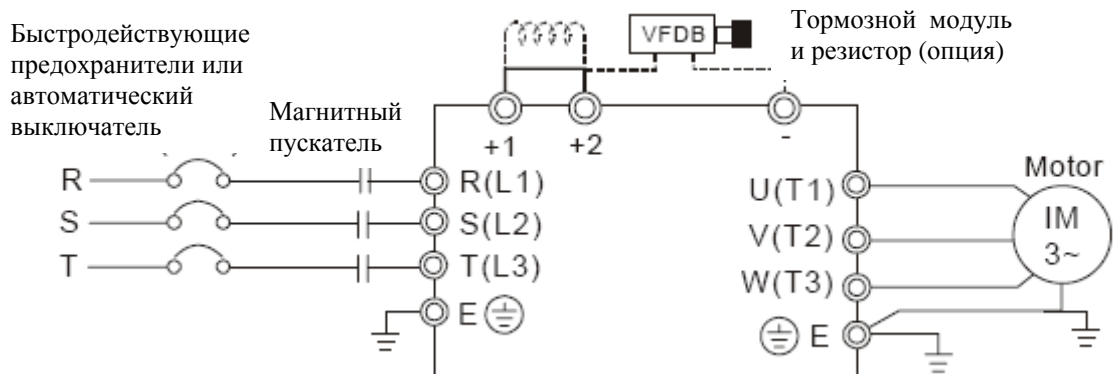

Рисунок 2.
**Рисунок 2.** Схема подключения моделей VFD-VE 15 кВт (20HP) и выше. VFD150V23A/43A-2, VFD185V23A/43A-2, VFD220V23A/43A-2, VFD300V43A-2, VFD370V43A-2, VFD450V43A-2, VFD300V23A-2, VFD370V23A-2, VFD550V43C-2, VFD750V43C-2